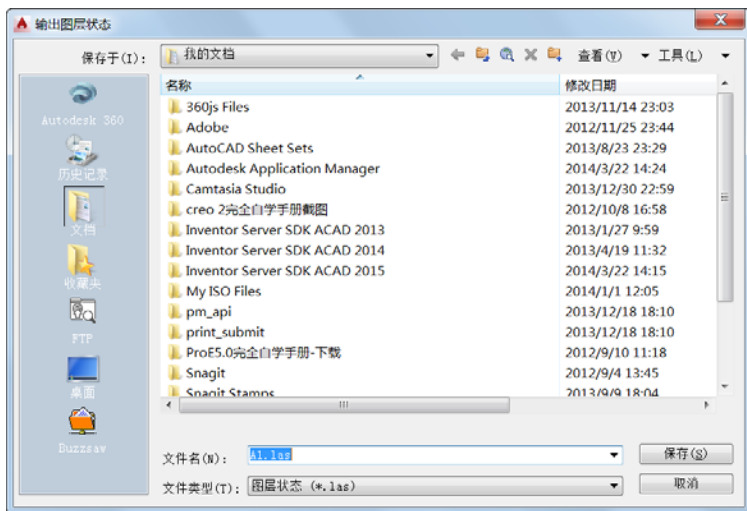

图 6-31 “输出图层状态”对话框
(9) “输出”按钮：单击该按钮，打开图 6-31 所示的“输出图层状态”对话框，从中可以将选定的图层状态保存到图层状态（LAS）文件中。